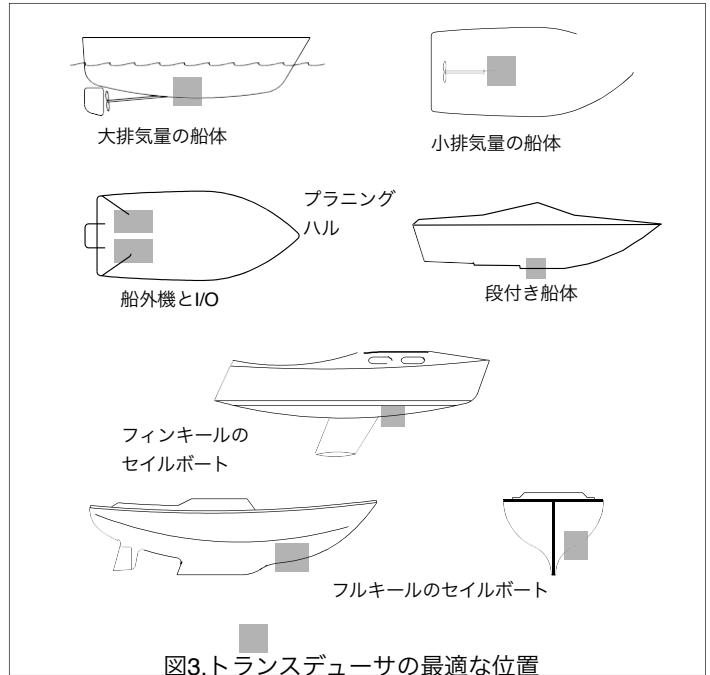

図3.トランスデューサの最適な位置
ボートの種類 (図3)
2. 安全ワイヤーを外し、袋ナットを緩めて、ハウジングからインサートを取り外します（図3）。これでインサートがジャッキアップします。ゆっくりと引くようにしてインサートを取り外します。ブランキング・プラグをハウジングにスライドさせてインサートを交換します。